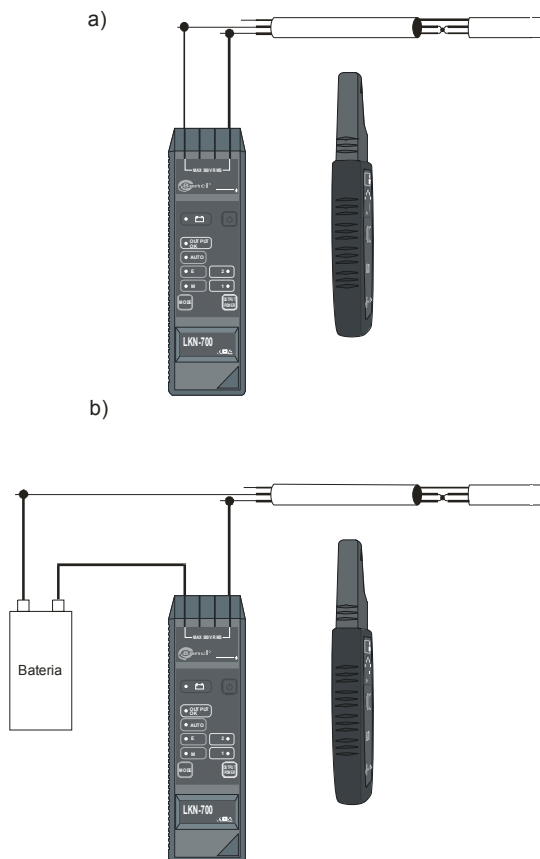

Рис.11 Поиск места короткого замыкания проводов
- Клавишей **4**  установить режим работы «ток-напряжение» „M+E” или „AUTO” (Рис.11.а) или, возможно, «ток» „M”, если используется внешний источник питания (Рис.11.б);
При высоком сопротивлении цепи напряжение передатчика может оказаться недостаточным для создания соответствующего тока: 10 мА, 20 мА или 40 мА (диод **9** „OUTPUT OK” не светится). Тогда между передатчиком и одним из проводов следует подключить дополнительный источник с достаточно большим напряжением (Рис.11.b) и изменить режим работы передатчика на «ток» „M”. В схеме с Рис.11.a можно использовать режим «силовой» „E”, помня об установке приемника в режим «ток» „M”.